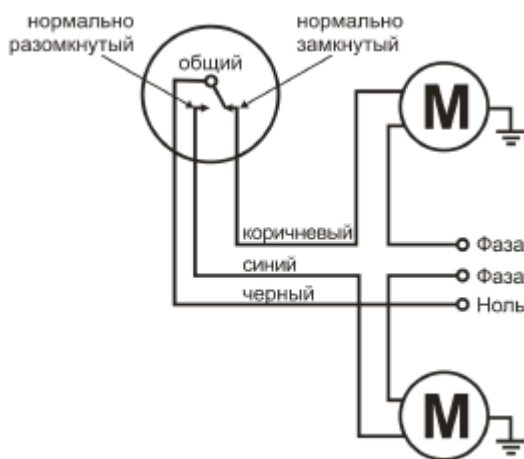

Рис. 8
4.1. Подключите прибор согласно рис. 8 для автоматического переключения между режимами наполнения/осушения резервуара. Помните, что подключать двигатель нужно через реле или контактор.